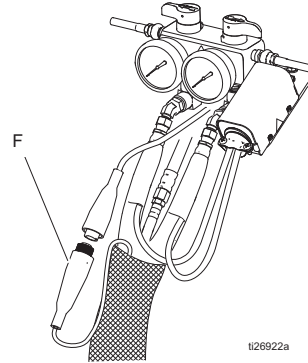

FIG. 9. Manguera calentada
3. Desconecte el cable del FTS (F) del Reactor, FIG. 9.